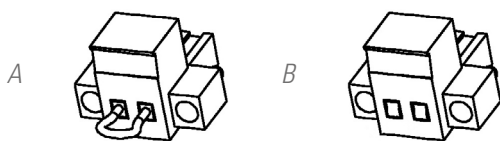

Fig. 14. Connecteur pour l'EPO externe.
- ☐ Au retrait du connecteur femelle de la prise où il est inséré. Ce connecteur a un câble connecté en mode pont qui ferme le circuit (voir Fig. 14-A).
- ☐ Ou en appuyant sur le bouton externe à l'équipement et appartenant à l'utilisateur et installé entre les bornes du connecteur (voir Fig. 14-B). La connexion dans le bouton poussoir doit être dans le contact normalement fermé -NC-, de sorte qu'il ouvrira le circuit lorsqu'il est actionné.